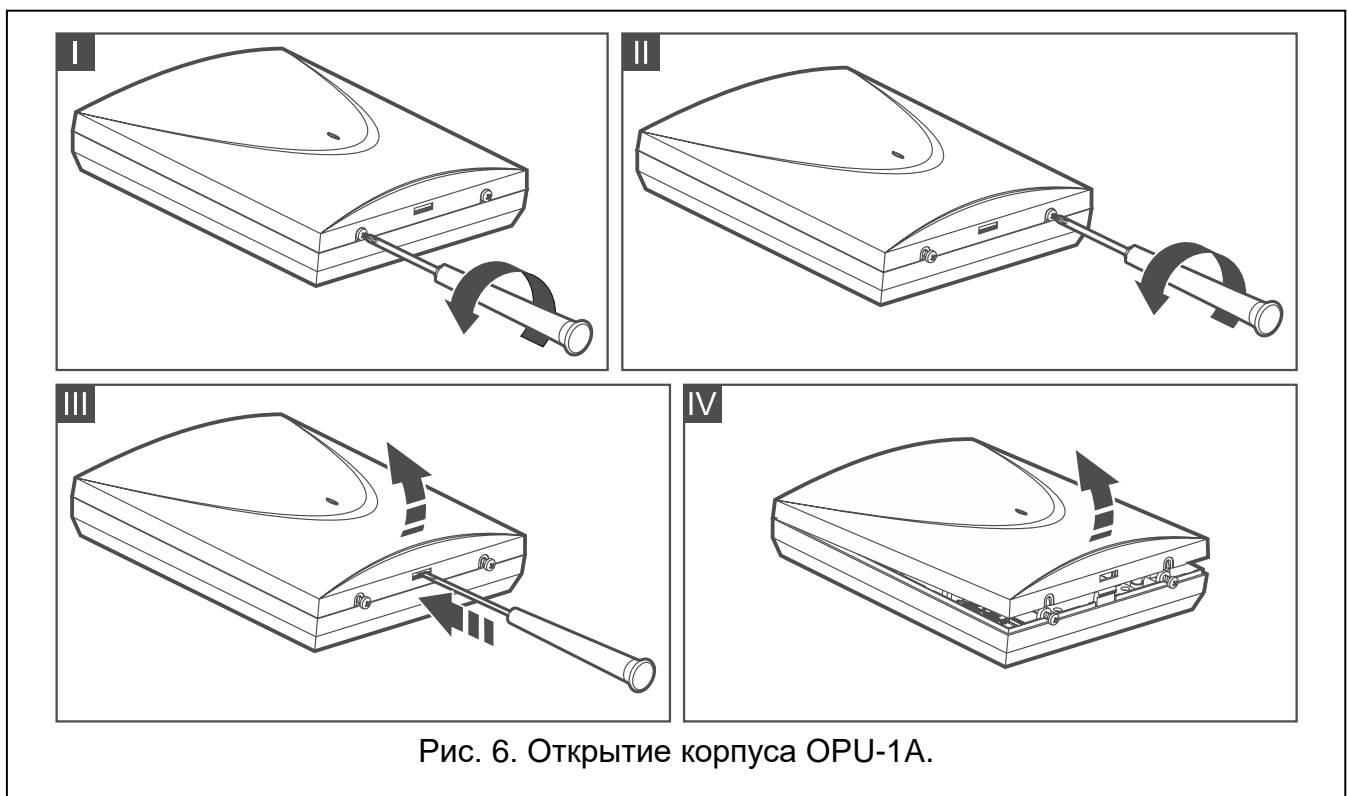

Рис. 6. Открытие корпуса OPU-1A.
1. Слегка выкрутите шурупы, которыми крепится крышка корпуса, и снимите крышку (рис. 6).